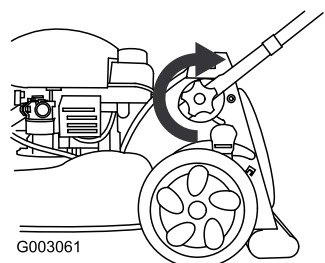

Figura 5
3. Apriete todo lo que pueda el pomo del manillar inferior (Figura 5).